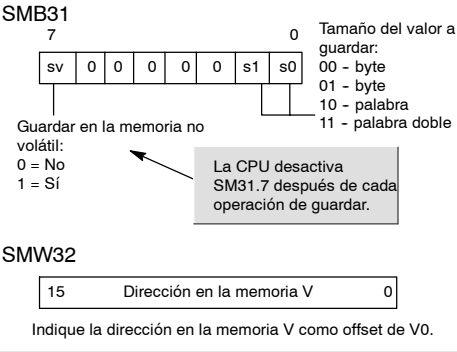

Figura 4-17 SMB31 y SMW32
El byte de marcas 31 (SMB31) ordena al S7-200 que copie un valor de la memoria V en el área de la memoria V de la memoria no volátil. La palabra de marcas 32 (SMW32) almacena la dirección del valor a copiar. La figura 4-17 muestra el formato de SMB31 y SMW32.
- 2. Cargue el tamaño de los datos en SM31.0 y SM31.1, como muestra la figura 4-17.